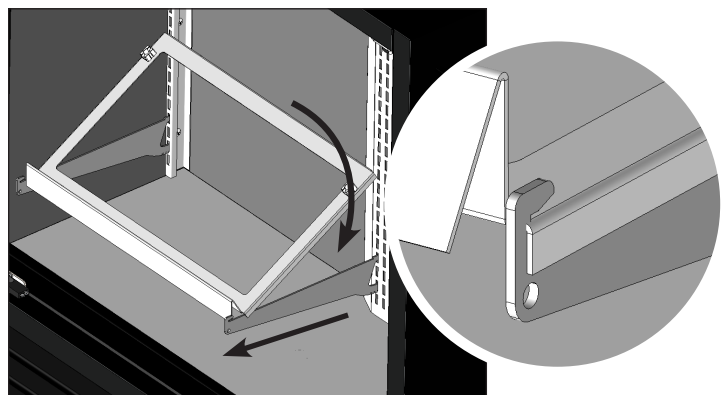

Fig. 7. Positionnez l'étagère tout en soulevant l'arrière de l'étagère. Assurez-vous que les côtés de l'étagère dépassent du support.
2. Soulevez l'arrière de l'étagère. Positionnez l'étagère au-dessus des fixations de support d'étagère. Voir fig. 7.
3. Abaissez délicatement l'arrière du support d'étagère et coulissez-la sous la languette de support d'étagère. Voir fig. 7.